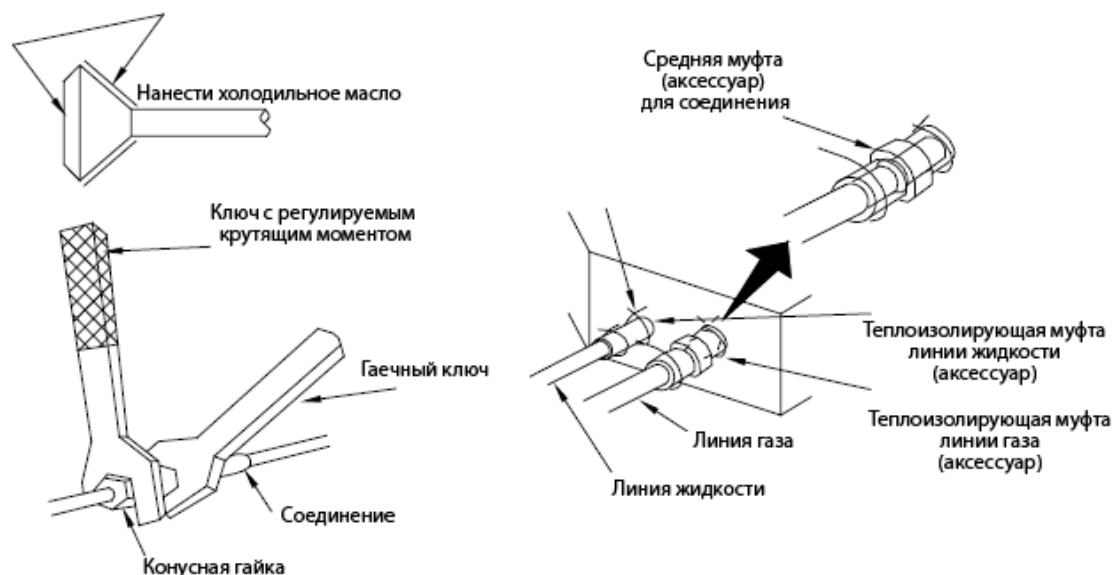

Рис. 4
- При подключении трубопроводов к блоку необходимо использовать гаечный и динамометрический ключи (см. рис. 4.)
- Проверить соединения на предмет протечек газа и закрыть теплоизоляцией - см. рис. 4. 4.